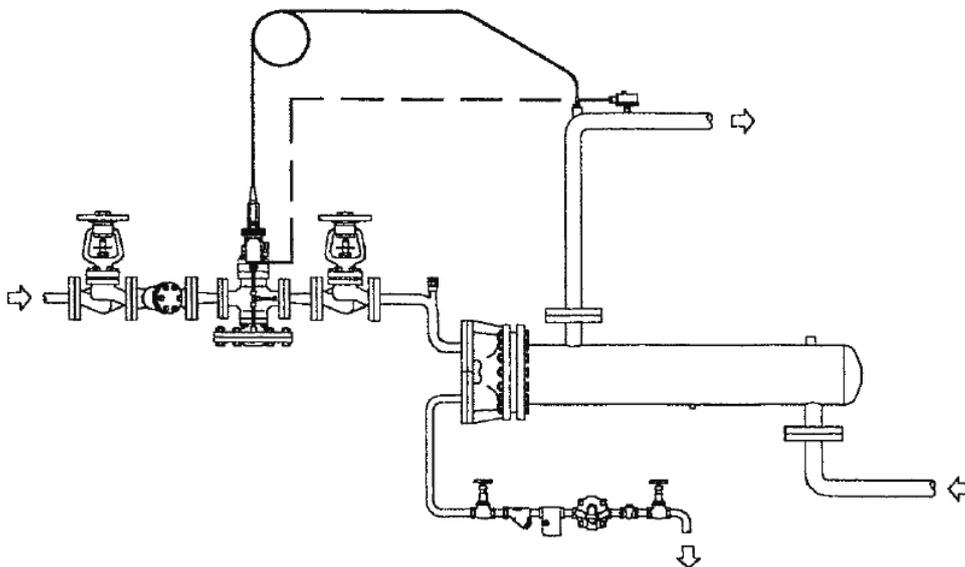

Fig. 7
- 4.6.3 Sur les échangeurs de petite taille avec purge atmosphérique, un remède simple consiste à installer un casse-vide sur l'arrivée de la vapeur. Lorsque le vide est atteint dans le circuit de vapeur, le casse-vide s'ouvre pour permettre au condensat d'être évacué par le purgeur. Le purgeur lui-même doit se trouver à une distance en dessous de la sortie de l'échangeur et être dimensionné de façon à ce qu'il puisse évacuer les condensats fumée sans régime nominal avec un delta p correspondant à la hauteur statique des condensats représenté par le dénivelé entre la sortie de l'échangeur et l'entrée du purgeur. Le tuyau de condensat venant du purgeur doit descendre en pente de façon à ne pas avoir de contre-pression au niveau du purgeur (voir fig. 7).